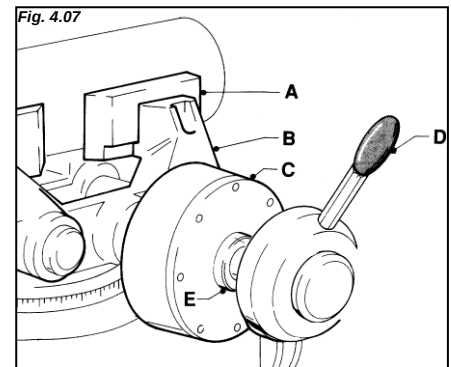

Fig. 4.04
1. Zet de borgmoer (fig. 4.04 E) los en open de klembekken (fig. 4.04 B) met behulp van het handwiel (fig. 4.04 D).
3. draai de borgmoer (fig. 4.04 E) vast tegen de klemcilinder.
4. Stel de losse materiaalklempaten (fig. 4.04 A) af door deze zo dicht mogelijk bij het zaagblad te plaatsen.